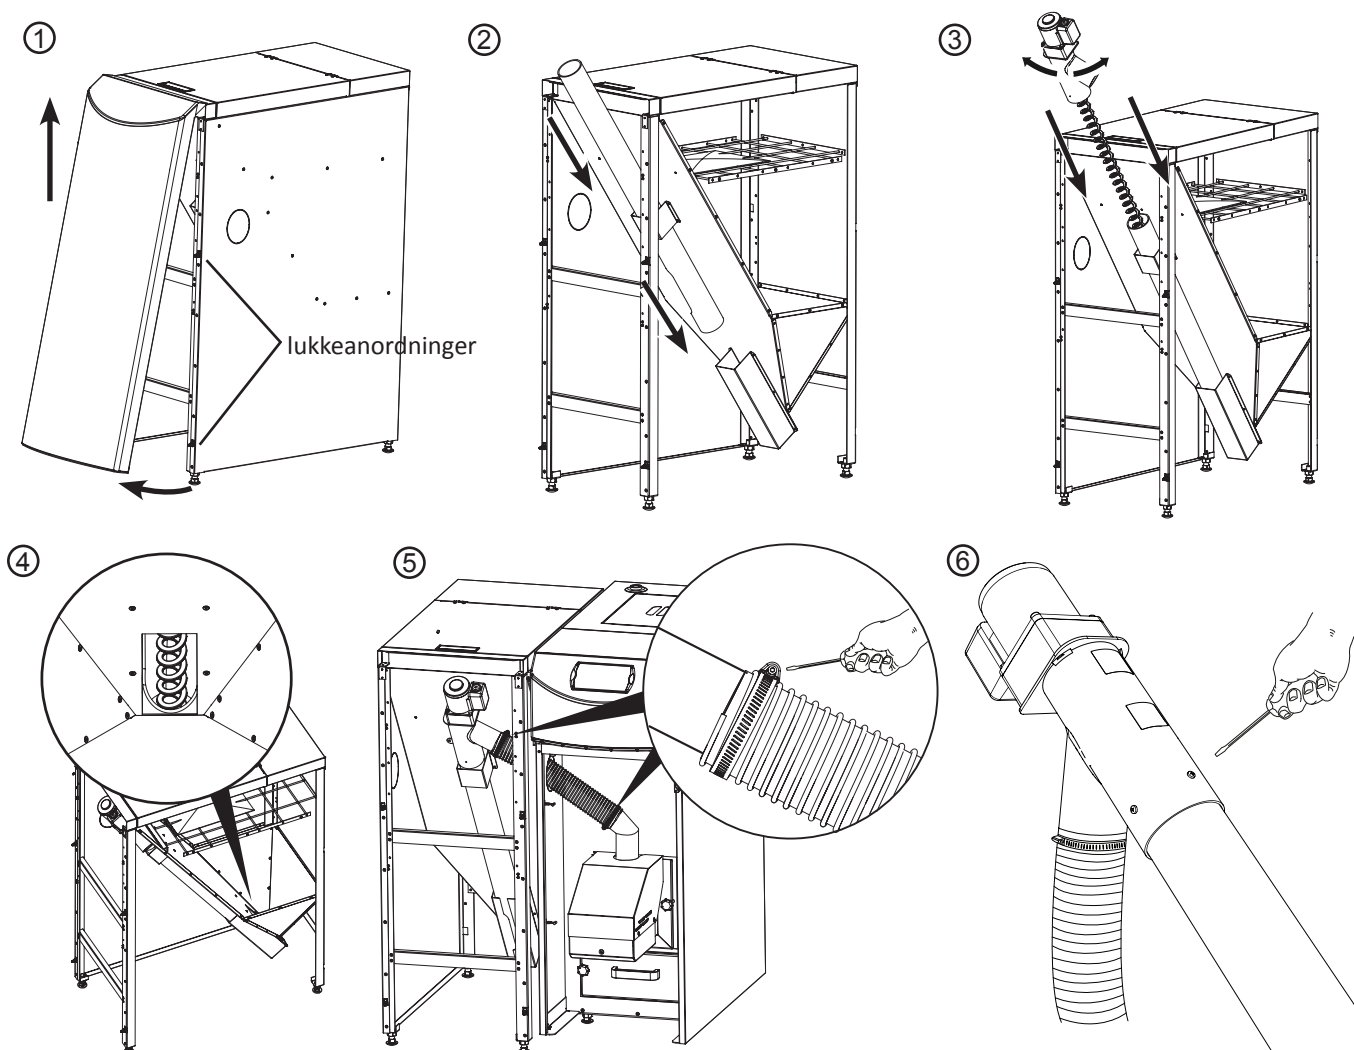

Fig. 8 Installation af sæt.
1. Demonter beholderens frontplade, ved at gribe den nedefra, og trække den hen mod sig, indtil det øjeblik, hvor den er løsnet fra de fire lukkeanordninger. Herefter skubbes frontpladen opad, for at demontere den fuldstændigt. (Fig. 8, pos. ①).
2. Føderøret skal følgende anbringes i rillen anbragt umiddelbart under beholderens fødetragt (Fig. 8, pos. ②).
3. Efter at have valgt hvilken side man ønsker for træpille-føderen til transportrøret fjernes gearmotor sammen med fødespiralen (Fig. 8, pos. ③).
4. Transportrøret monteres på en måde, som angivet på Fig. 8, pos. ④.
5. Fastgøring af det fleksible ledningsrør med en spændbøjle til forbindelsesleddet mellem føderen og brænderens føderør (Fig. 8, pos. ⑤).
7. Efter fastsættelse af den optimale vinkel på forbindelsesleddet, laves huller i transportrøret ved hjælp af et  $\varnothing 3$  bor (gennem huller i forbindelsesrøret), og derefter skrues de sammen ved hjælp af de vedlagte skruer (Fig. 8, pos. ⑥).